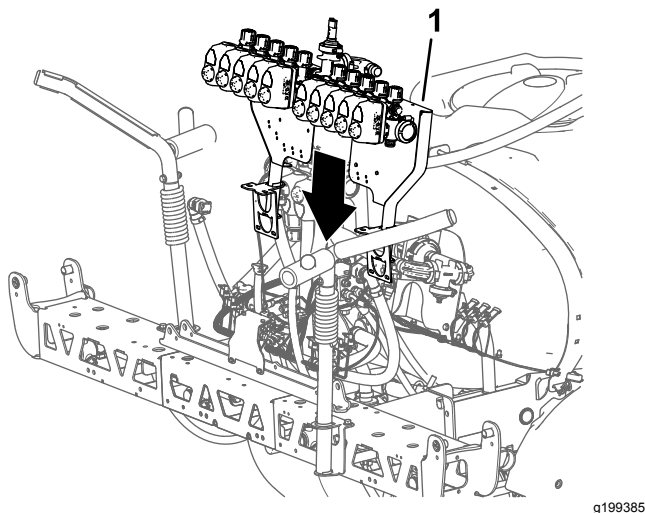

Figure 109
1. Avec un matériel de levage de la capacité de levage spécifiée, soulevez le support de vannes et le bloc de vannes de pulvérisation et alignez-le au-dessus de la section de pulvérisation centrale (Figure 109).